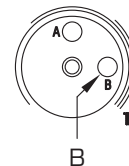

Figure 5
1) Tourner dans le sens contraire aux aiguilles d'une montre, à fond d'échelle, le trimmer de réglage de puissance de chauffage (B - Figure 5); ventilateur au minimum des tours.